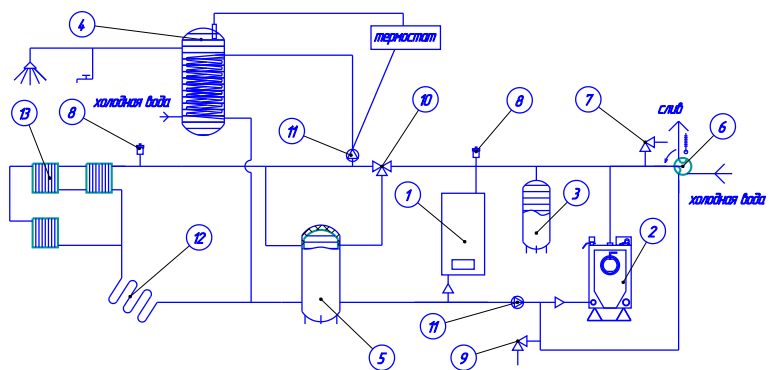

Рисунок 4.
Возможная система отопления изображена на рис. 4
6.1.6 Система отопления в обязательном порядке должна содержать компенсатор объемного расширения (3) рис.4. Если в качестве теплоносителя использована вода, то объем экспанзомата должен составлять не менее 10% от общего её объема в системе. При использовании незамерзающего теплоносителя объем компенсатора объемного расширения рассчитывается в соответствии с эксплуатационными документами на теплоноситель. Устанавливать запорно-регулирующую арматуру между теплообменной емкостью прибора и компенсатором объемного расширения запрещается!
6.1.7 В системе должен быть установлен предохранительный клапан(7) рис. 4, рассчитанный на давление 0,4 МПа.
участками системы должен быть установлен автоматический воздухоотводчик (8) рис.4. Он необходим для удаления газов из системы и исключает возможность работы ТЭНов при отсутствии теплоносителя в теплообменной емкости.